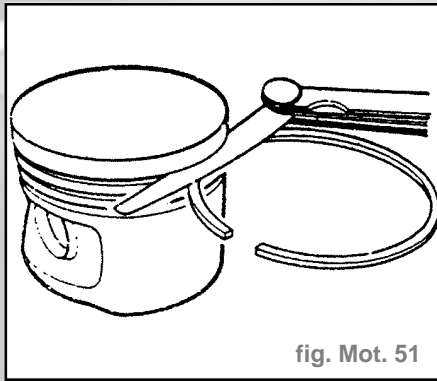

fig. Mot. 51
- Contrôler à l'aide d'un jeu de cales le jeu des segments dans leurs gorges respectifs (fig. Mot. 51).